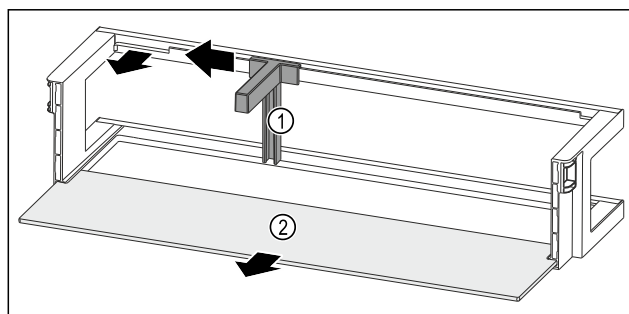

Fig. 276 Balconcino controporta con fermabottiglie e ripiano
- Spingere il fermabottiglie Fig. 276 (1) lateralmente fino all'incavo.
- Rimuovere il fermabottiglie Fig. 276 (1).
- Rimuovere il ripiano Fig. 276 (2).